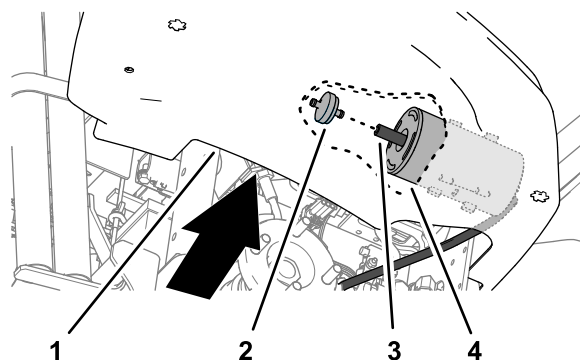

Bild 31
- Greifen Sie um die untere Kante der Konsole herum nach hinten und ziehen Sie den Aktivkohlefilter rückwärts heraus, aus dem Schlauch am Ende des Aktivkohlefiltereinsatzes (Bild 31).
- Setzen Sie einen neuen Aktivkohlefilter in den Schlauch am Ende des Aktivkohlefiltereinsatzes ein (Bild 31).